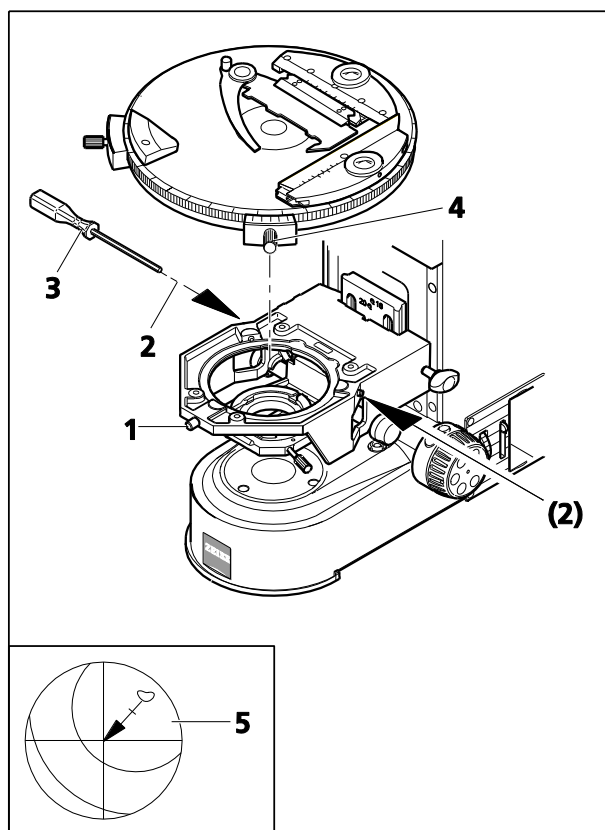

Fig. 68 Centrage de la platine rotative Pol
Toutes les platines sont précentrées en usine, c'est-à-dire que lorsque l'on fait pivoter la platine, le détail de l'échantillon défini reste au centre de l'image. Si le détail sort du centre du champ d'observation (Fig. 68/5) pendant le pivotement de la platine, celle-ci doit être recentrée en suivant cette procédure :
- Desserrer le cliquet de la platine (Fig. 68/4) ou la pince de la platine (sur la platine rotative Pol munie d'un dispositif de serrage) et le bouchon fileté du support de platine (Fig. 68/1).
- Faire tourner le statif pour déterminer la déviation maximale de l'échantillon (Fig. 68/5, pointe de la flèche) par rapport aux réticules de l'oculaire.
- Tourner chacune des deux vis de centrage sur le support de platine (Fig. 68/2) à l'aide d'une clé Allen SW 1,5 (Fig. 68/3) pour déplacer le détail de l'échantillon de la moitié de la longueur de la flèche vers le centre du réticule. Vérifier si le détail de l'échantillon se déplace à nouveau lorsque l'on fait pivoter la platine ; répéter la procédure si nécessaire.
- Une fois le centrage terminé, resserrer le bouchon fileté (Fig. 68/1).